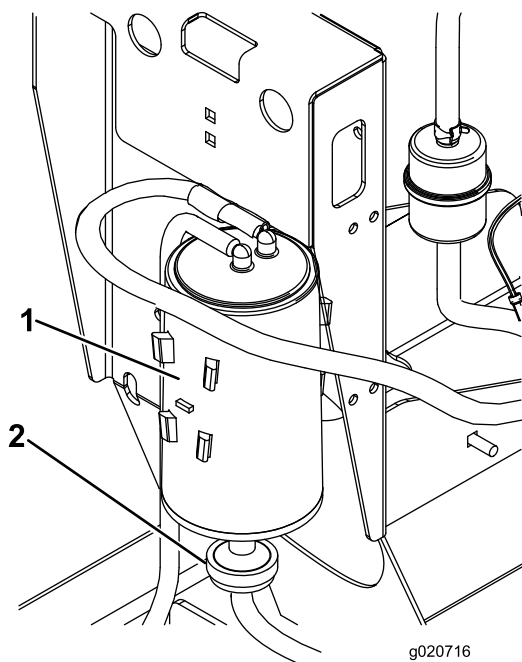

Figura 16
- Scollegate il flessibile dal filtro dell'aria nel canister a carboni attivi (Figura 16).
- Togliete il filtro dell'aria del canister a carboni attivi e scartatelo (Figura 16).